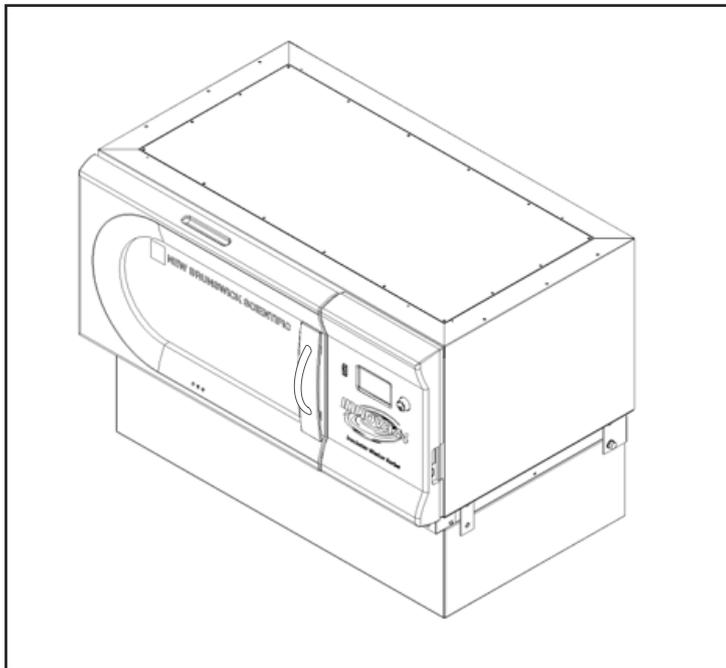

Fig. 6-4: Agitateur installé sur la base
- Serrer les vis de manière homogène. Si les équerres sont bien fixées, l'agitateur monté sur sa base doit être comme sur l'illustration (voir Fig. 6-4 à la page 26) :